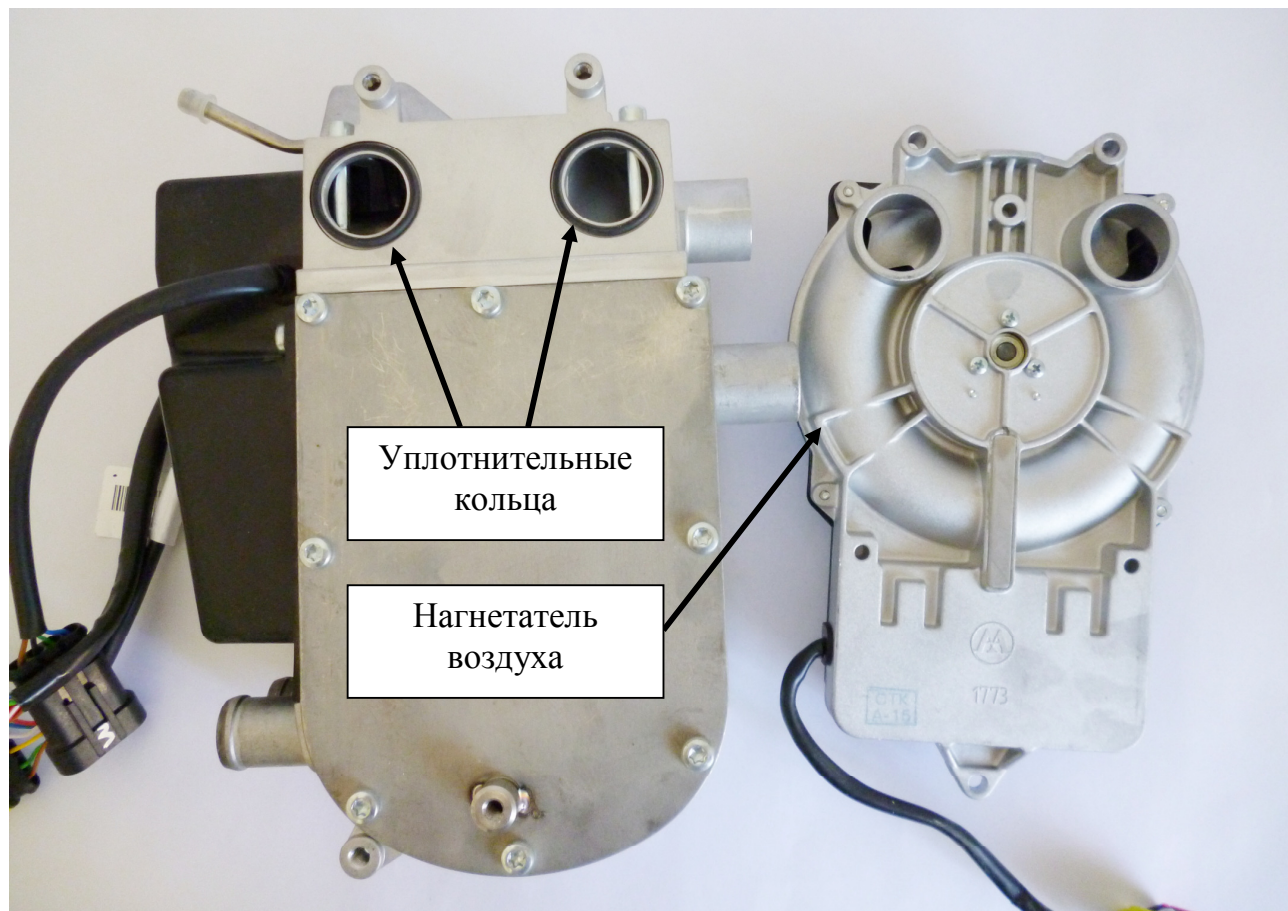

Рис.7 – Нагнетатель воздуха
Нагнетатель воздуха (рис.7) состоит из электродвигателя с прикрепленной улиткой. На валу электродвигателя установлена крыльчатка. Крыльчатка с улиткой при вращении вала электродвигателя формируют поток воздуха, который поступает в камеру сгорания для обеспечения горения, а так же производит продувку камеры сгорания для охлаждения и удаления оставшегося топлива и влаги перед началом и окончанием процесса горения.
5.8.1 Топливный насос (рис. 7) служит для дозированной подачи топлива в камеру сгорания.
- проверить герметичность соединения между корпусом топливного насоса и входным штуцером (см. рис.7). Проверку производить воздухом давлением не более 1кгс/см2. Давление подводить со стороны входа при этом выходной штуцер заглушить. Если соединение негерметично необходимо заменить прокладку в штуцере (см. рис 7).